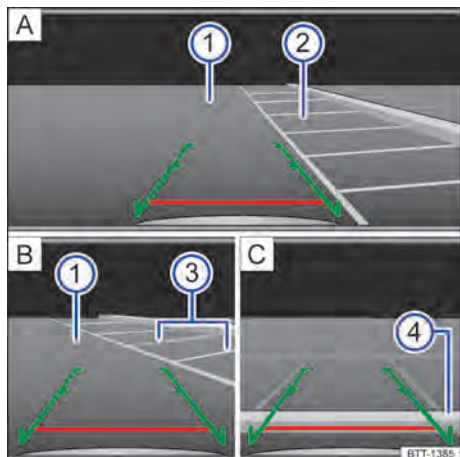

Fig. 98 Visualización del display del sistema de radio: estacionar con la cámara de marcha atrás.
Leyenda para → fig. 98:
- Colocar el vehículo delante de la plaza de estacionamiento → fig. 98 ② **A**.
- Conducir hacia atrás lentamente y maniobrar de modo que las guías verdes laterales conduzcan entre la líneas de delimitación de la plaza de estacionamiento seleccionado ② **A**.
- Alinear el vehículo en la plaza de estacionamiento seleccionada de modo que las guías verdes laterales queden sobre las líneas de límite lateral ③ **B**.
- Detener el vehículo cuando la línea roja alcance el límite trasero ④ **C**.